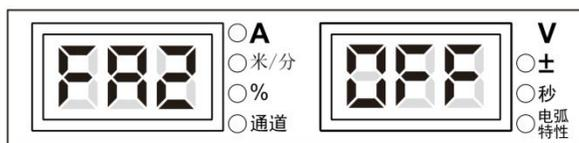

图3-32 FA2 显示界面
1. 进入内部菜单，调节焊接电源面板旋钮至 **FA2**，数码管显示如图 3-32 所示。